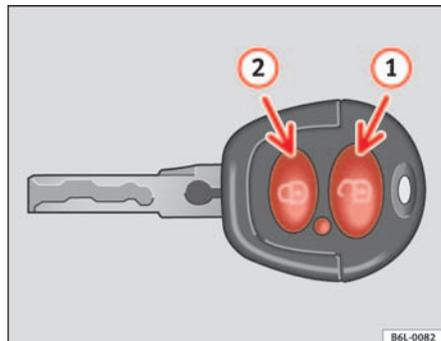

Abb. 47 Tastenbelegung
Richten Sie die Funkfernbedienung zum **Entriegeln** innerhalb des Wirkungsbereichs auf das Fahrzeug und betätigen Sie kurzzeitig die Entriegelungstaste  ⇒ Seite 82, Abb. 47 . Die Blinker blinken zweimal auf. Zum **Verriegeln** des Fahrzeugs drücken Sie kurzzeitig die Taste  ⇒ Seite 82, Abb. 47 . Die Blinker blinken einmal auf.
Bei **zweimaligem** Betätigen der Schließstaste  ⇒ Seite 82, Abb. 47  deaktivieren Sie Ihre SAFE-Sicherung (doppelte Verriegelung) und die Innenraumüberwachung\*. Die externe Warnanlage\* bleibt aktiviert, die Kontrollleuchte leuchtet weiter.
Bei einmaligem Drücken der Taste  ⇒ Seite 82, Abb. 47 , wird nur die Fahrertür geöffnet. Alle anderen Türen bleiben verriegelt.
Bei zweimaligem Drücken der Taste  ⇒ Seite 82, Abb. 47  werden alle Türen entriegelt.
- Verwenden Sie die beiden Schlüssel, die mit dem Fahrzeug ausgehändigt werden, den Funkschlüssel und den normalen Schlüssel ⇒ Seite 82, Abb. 47 ⇒ Seite 82, Abb. 48.